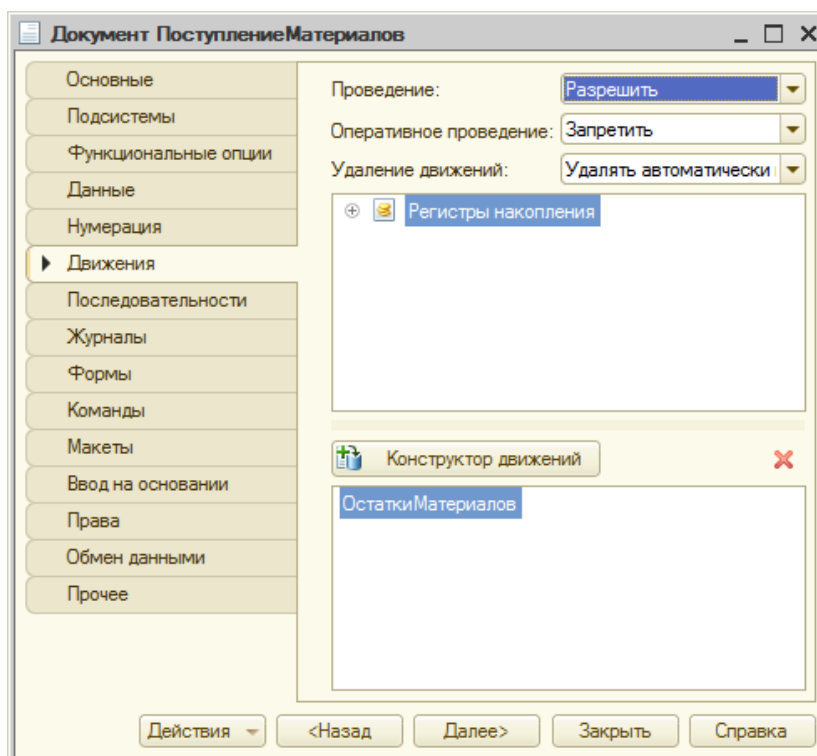

Рисунок 12.3 - Документ «ПоступлениеМатериалов», вкладка «Движения»
6. Откроем окно редактирования документа **ПоступлениеМатериалов**, перейдем на вкладку **Движения** (рисунок 12.3.) и нажмем на кнопку **Конструктор движений**.